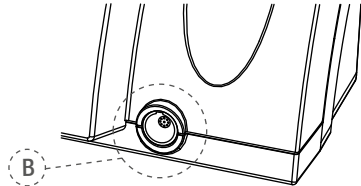

Fig. 3 Presa metallica
3. Collegare la spina del micromotore alla presa metallica a 9 poli (B - vedere Fig. 3) sul pannello anteriore del dispositivo.